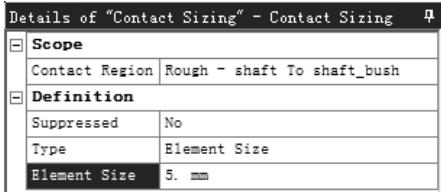
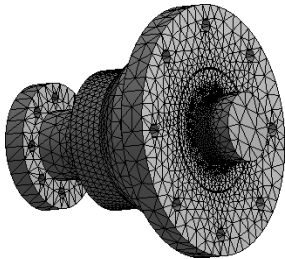

图 9.6.11 “Details of ‘Contact Sizing’ - Contact Sizing”对话框
图 9.6.12 网格划分结果
(1) 局部控制一。单击“Mesh”工具栏中的 **Mesh Control** 按钮，在下拉列表中选择 **Contact Sizing** 选项，弹出图 9.6.11 所示的“Details of ‘Contact Sizing’ - Contact Sizing”对话框。在对话框的 **Contact Region** 下拉列表中选择 **Rough - shaft To shaft_bush** 选项，在 **Element Size** 文本框中输入数值 5.0，完成局部控制参数定义。
(2) 局部控制二。再次单击“Mesh”工具栏中的 **Mesh Control** 按钮，在其下拉列表中选择 **Contact Sizing** 选项，在“Details of ‘Contact Sizing’ - Contact Sizing”对话框的 **Contact Region** 下拉列表中选择 **Bonded - shaft_bush To bush_asm** 选项，在 **Element Size** 文本框中输入数值 5.0，完成局部控制参数定义。
(3) 单击“Mesh”工具栏中的 **Update** 按钮，网格划分结果如图 9.6.12 所示。